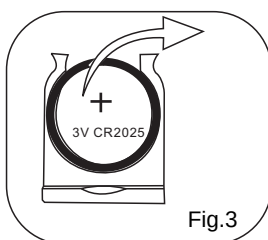

Fig.3
2. Remplacez l'ancienne pile-bouton par une nouvelle pile-bouton de type CR2025, le symbole de polarité vers le haut, comme illustré dans la Fig. 3.